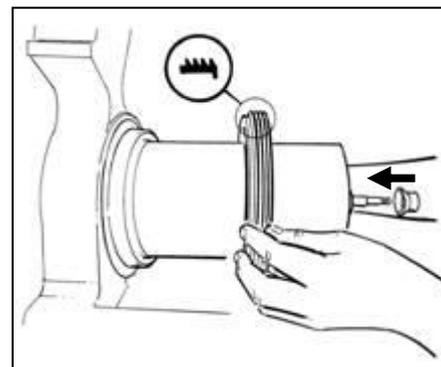

Abb. 13
- Die rückseitige Dichtung der Wanne und die vorderseitige Napfdichtung wieder anbringen, wobei bei der ersteren Dichtung auf die richtige Einlegerichtung geachtet werden muss, wie in Abb. 13 dargestellt.